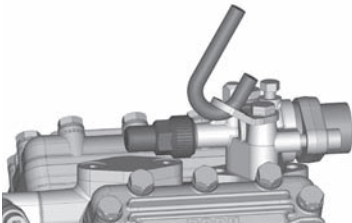
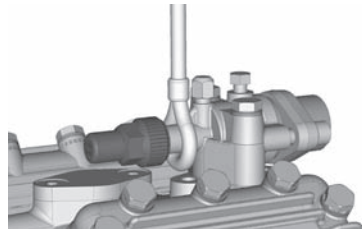

Fig. 8
Fig. 9
- Transport et suspension possibles sur l'anneau de levage (Fig. 8) ou directement sur le robinet d'arrêt au refoulement (Fig. 9).